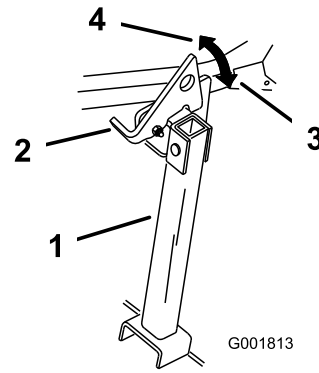

Bild 43
- Heben Sie den Riegel in die entsicherte Stellung an (Bild 43).